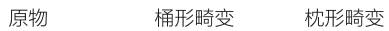

图 2-1-17 径向畸变
1) 径向畸变: 由透镜形状引起的畸变称之为径向畸变。在针孔模型中, 一条直线投影到像素平面上还是一条直线。可是, 在实际拍摄的照片中, 透镜往往使得真实环境中的一条直线在图片中变成了曲线。越靠近图像的边缘, 这种现象越明显。由于实际加工制作的透镜往往是中心对称的, 这使得不规则的畸变通常径向对称。径向畸变主要分为桶形畸变和枕形畸变两大类, 如图 2-1-17 所示。